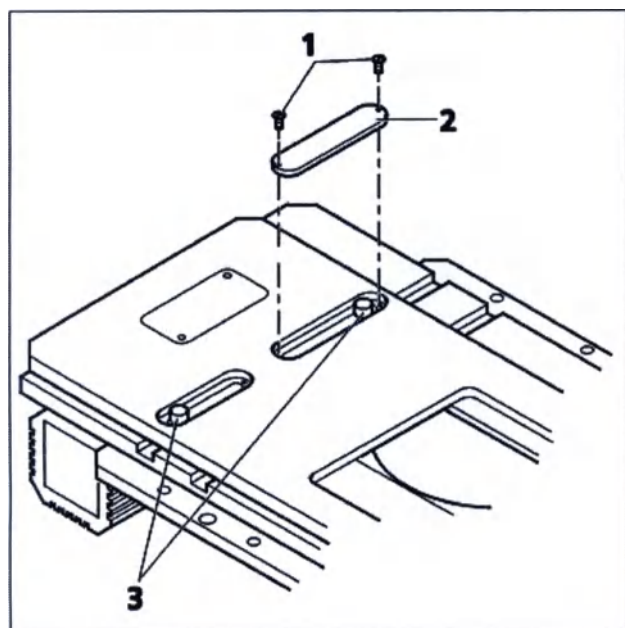

Рис. 24 Сканирующий столик 130x85 моторизованный P, CAN, сверху
- Чтобы отрегулировать передний или задний механический упор по оси Y, сначала раскрутите винты (рис. 24/1) на крышках в верхней части столика и снимите их (рис. 24/2).
- Затем раскрутите крепежные винты (рис. 24/3), переместите упор в нужное положение и закрутите винты.